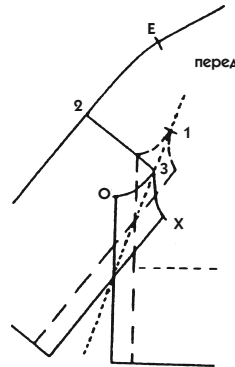

Рис. 736
3. Проведите мелкую пунктирную линию от засечки 1 к точке пересечения линий бокового среза лифа и нижнего среза рукава (рис. 736).
На лекале 735 линия рельефа (от засечки 2 к засечке 3) более короткая и менее наклонная, а пройма (от засечки 3 до точки О) более длинная, чем на рис. 736.